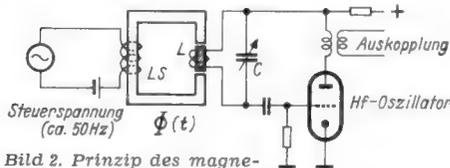

Bild 2. Prinzip des magnetischen Wobblers
1. Der magnetische Typ. Bild 2 zeigt den grundsätzlichen Aufbau. Die Spule L eines Hf-Oszillators, die auf einen Hf-Eisenkern oder Ferroxcube-Kern gewickelt ist, liegt im Feld eines Elektromagneten, dessen Kraftfluß durch einen Wechselstrom niedriger Frequenz gesteuert wird. Im Rhythmus des Kraftflusses ändert sich die Permeabilität  $\mu$  des Hf-Kernes und damit die Selbstinduktion und mit ihr die Frequenz des Hf-Oszillators. Mit Hilfe des Drehkondensators kann die Mittelfrequenz geändert werden. Man ersieht, daß es recht schwierig sein wird, eine frequenzlineare Wobbelung zu erreichen. Legt man an die Steuerspule LS z. B. eine sägezahnförmige